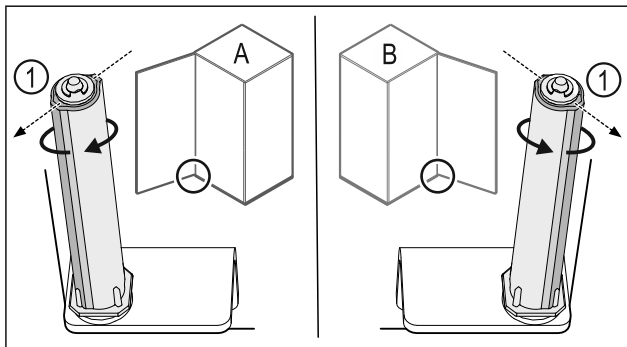

Fig. 36 Balos nyitási irány (A) / jobbos nyitási irány (B)
- ▶ Forgassa el a zárórendszert az ellenállással szemben, amíg a zárórendszer Fig. 36 (1) támasztója kifelé nem mutat.